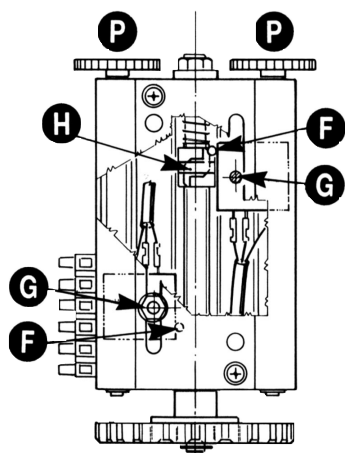

Abb. 7
- 1 - Nachdem Sie die Endschalternocken auf der Zahnstange positioniert haben, (Abb.7 Seite4), stellen Sie Dip1 auf ON. Die LED DL5 fängt an, zu blinken.